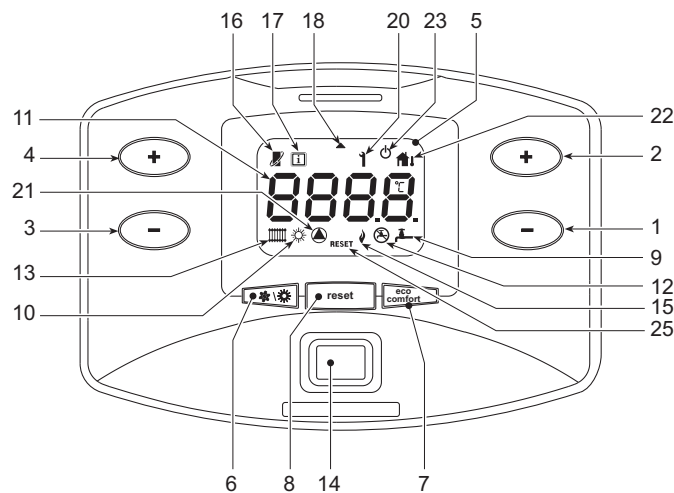
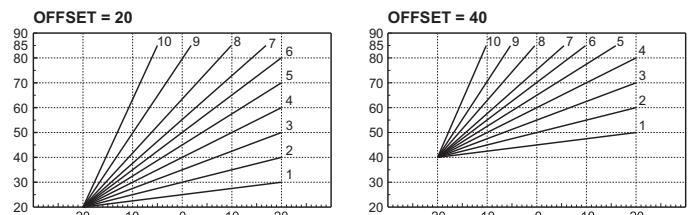

fig. 1 - Panneau de contrôle
fig. 13 - Exemple de déplacement parallèle des courbes de compensation
La demande de chauffage (venant du thermostat d'ambiance ou de la chronocommande à distance ou du signal 0-10 Vdc) est indiquée par l'activation du circulateur et du radiateur (rep. 13 et 21 - fig. 1).
L'afficheur (11 - fig. 1) visualise la température actuelle du refoulement de chauffage et pendant le temps d'attente l'indication "d".
La demande de chauffage du ballon est indiquée par l'allumage du circulateur et du robinet (rep. 9 et 21 - fig. 1). L'afficheur (11 - fig. 1) visualise la température du capteur du ballon et pendant le temps d'attente chauffage l'indication "d".
L'utilisateur peut exclure le chauffage/maintien de la température dans le ballon. En cas d'exclusion, l'eau chaude sanitaire ne sera pas disponible. Le ballon peut être désactivé par l'utilisateur (mode ECO) en appuyant sur la touche **eco/comfort** (rep. 7 - fig. 1). En mode ECO, l'afficheur active le symbole (E) (rep. 12 - fig. 1). Pour activer le mode COMFORT, réappuyer sur la touche **eco/comfort** (rep. 7 - fig. 1).
Appuyer sur la touche de Marche/Arrêt (rep. 14 - fig. 1).
Appuyer 5 secondes sur la touche **eco/comfort** (rep. 7 - fig. 1).
Pour rallumer la chaudière, réappuyer 5 secondes sur la touche **eco/comfort** (rep. 7 fig. 1).
Pour couper complètement l'alimentation électrique de l'appareil appuyer la touche (14- fig. 1).
Appuyer 1 seconde sur la touche (rep. 6 - fig. 1).
L'afficheur montre le symbole Été (rep. 10 - fig. 1). La fonction chauffage est désactivée, et la production éventuelle d'eau sanitaire (avec ballon externe optionnel) est activée. Le système antigel reste actif.
Pour désactiver le mode Été, réappuyer 1 seconde sur la touche (rep. 6 - fig. 1).
Appuyer sur les touches chauffage +/- (rep. 3 et 4 - fig. 1) pour régler la température entre 20°C (minimum) et 80°C (maximum).
Pour régler la température entre 10 °C (minimum) et 65 °C (maximum), agir sur les touches eau chaude sanitaire (rep. 1 et 2 - fig. 1).
Lorsqu'une sonde extérieure (option) est installée, l'afficheur du tableau des commandes (rep. 5 - fig. 1) montre le symbole (rep. 22 - fig. 1). Le système de régulation de la chaudière travaille en mode "température évolutive". Dans ce mode, la température de l'installation chauffage est régulée en fonction des conditions climatiques extérieures de manière à garantir un confort élevé et une économie d'énergie pendant toute l'année. En particulier, lorsque la température extérieure augmente, la température de départ installation diminue selon une courbe donnée "de compensation".
Avec le réglage évolutif, la température programmée à l'aide des touches chauffage (rep. 3 et 4 - fig. 1) devient la température maximum de départ installation. Il est conseillé de régler la valeur maximale pour permettre au système de réguler la température sur toute la plage utile de fonctionnement.
Appuyer 5 secondes sur la touche **reset** (rep. 8 - fig. 1) pour afficher la courbe de compensation (fig. 10). Il est possible de la modifier à l'aide des **touches eau chaude sanitaire** (rep. 1 et 2 - fig. 1).
Appuyer sur les touches **chauffage** (rep. 3 et 4 - fig. 1) pour passer au déplacement parallèle des courbes (fig. 13), qui peut être modifié à l'aide des **touches eau chaude sanitaire** (rep. 1 et 2 - fig. 1).
Réappuyer 5 secondes sur la touche **reset** (rep. 8 - fig. 1) pour quitter le mode de réglage des courbes parallèles.
Sélection mode Economy / Confort (avec ballon optionnel installé)	En désactivant l'eau chaude sanitaire à partir du menu de la chronocommande à distance, la chaudière se place en mode Economy. Dans cette condition, la touche rep. 7 - fig. 1 sur le panneau de la chaudière est désactivée. En activant l'eau chaude sanitaire à partir du menu de la chronocommande à distance, la chaudière sélectionne le mode Confort. Dans cette condition, il est possible de sélectionner un des deux modes à l'aide de la touche rep. 7 - fig. 1 du panneau de la chaudière.